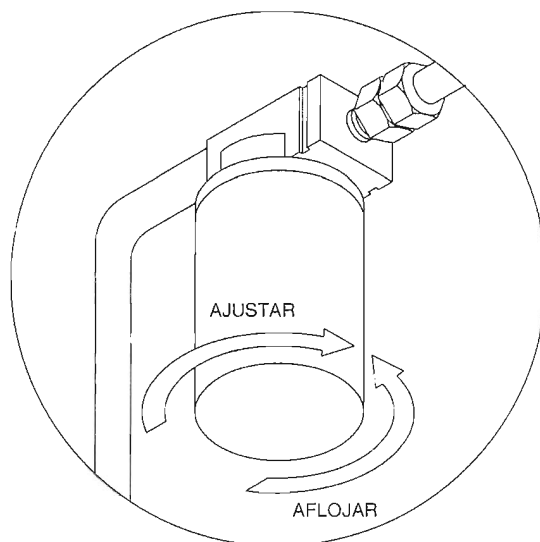

Figura B-2. Cambio del filtro de aceite.
2. Cuando el aceite se ha descargado o si la fuente de alimentación hidráulica está fría, completamente desenrosque el filtro, como lo muestra la Figura B-2. Sea cuidadoso; está lleno de aceite. Vacíe el aceite dentro del filtro en el recipiente de drenaje.